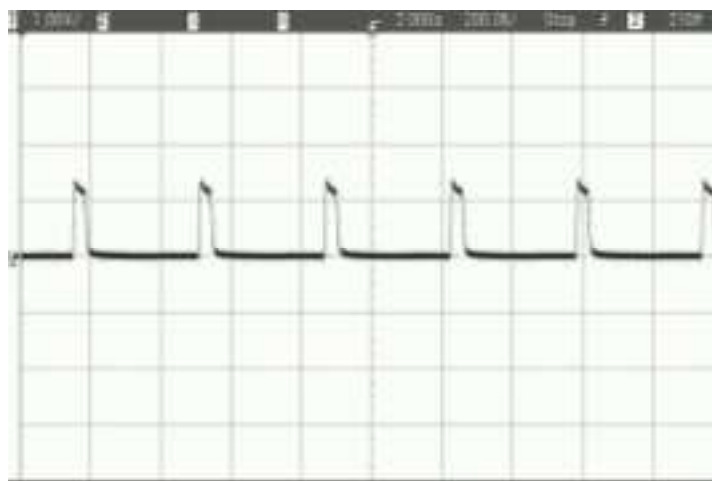

Рис. 4.13. Осциллограмма импульсов управления диодно – тиристорным модулем (200 мкс/дел; 1,0 В/дел).
Примерный вид импульсов управления диодно – тиристорным модулем представлен на рис. 4.13.
4.10.3. У исправной платы управления тиристорами должны светиться все контрольные светодиоды (рис. 4.12), осциллограммы сигналов управления по всем трем каналам должны соответствовать рис. 4.13, а также показания мультиметра в режиме измерения сопротивления, подключенного к контактам колодки TB1 должны соответствовать обрыву цепи. В противном случае плата управления тиристорами подлежит замене.